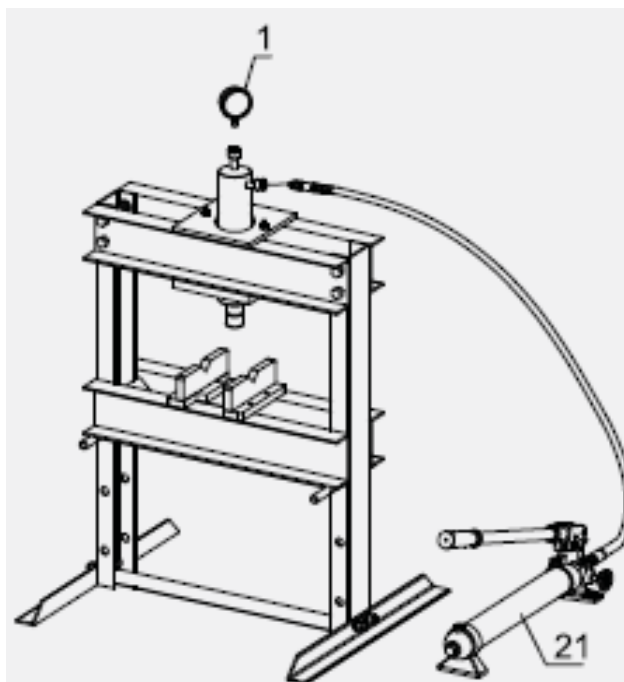

Рис. 6
7. Прикрепите манометр (1) и шланг к толкателю. См. рисунок 6.
**Примечание:** Для настройки поместите опорные штифты как минимум на несколько отверстий вниз от верхних отверстий в стойках рамы, чтобы у вас было место для размещения стола пресса (17). Вы можете скорректировать размещение стола пресса после сборки.